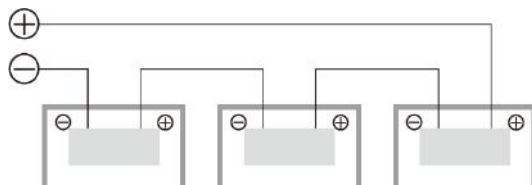
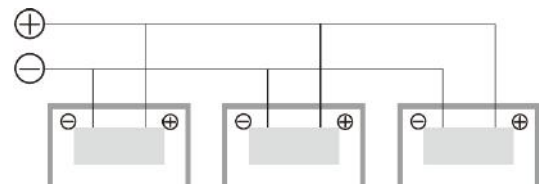

図 4 直列配線図
図 5 並列配線図
- 5) 太陽電池システムが正常に稼働するように、モジュールや負荷（インバーター、バッテリーなど）を接続するとき、ケーブルの極性が正しく接続されていることを確認してください（図 4 と図 5 を参照）。モジュールが正しく接続されていないと、バイパスダイオードが損傷するおそれがある。モジュールを直列接続すると、電圧を上げることができる。直列接続とは、一つのモジュールの正極端子をもう一つのモジュールの負極端子に接続すること。図 4 は、モジュールの直列接続方法を示している。一方、モジュールを並列接続すると電流を増やすことができる（図 5 が示しているように）。並列接続とは、一つのモジュールの正極端子をもう一つのモジュールの正極端子に接続すること。